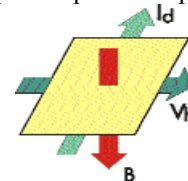

Рис. 3
Когда тонкий полупроводник (рис. 3) располагается под прямым углом к магнитному полю (B), и на него подаётся ток (I_d), на концах полупроводника возникает напряжение (V_h). Это напряжение известно как напряжение Холла, в честь американского учёного Эдвина Холла, который первым открыл это явление.